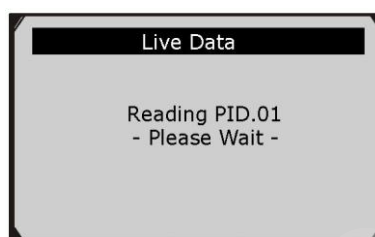

Рисунок 5-9
2) Подождите несколько секунд пока сканер проверит доступные ПИД-регуляторы. См. рисунок 5.9.